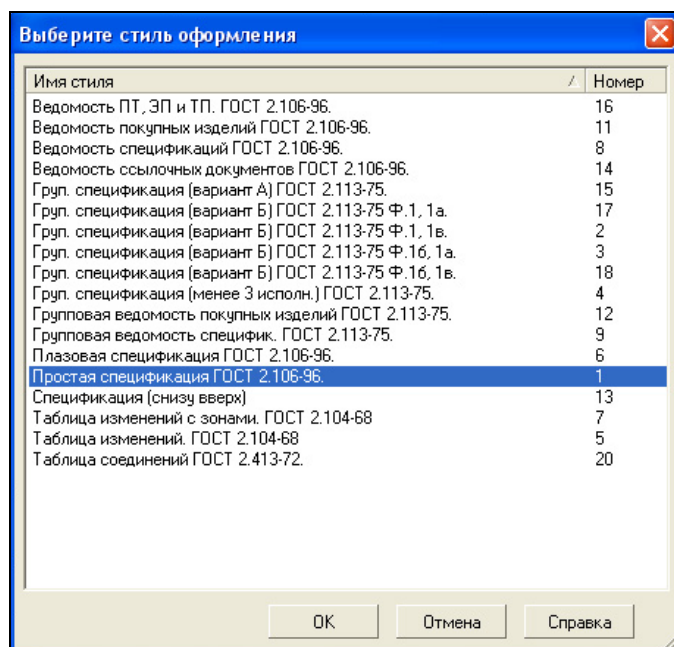

Рис. 14.39. Диалоговое окно **Выберите стиль оформления**
- ♦ щелкните ЛК мыши по кнопке с тремя точками справа от названия **Простая спецификация ГОСТ 2.106-96**. Система выведет на экран диалоговое окно **Выберите стиль оформления** (рис. 14.39), где вы можете выбрать любой стиль оформления;